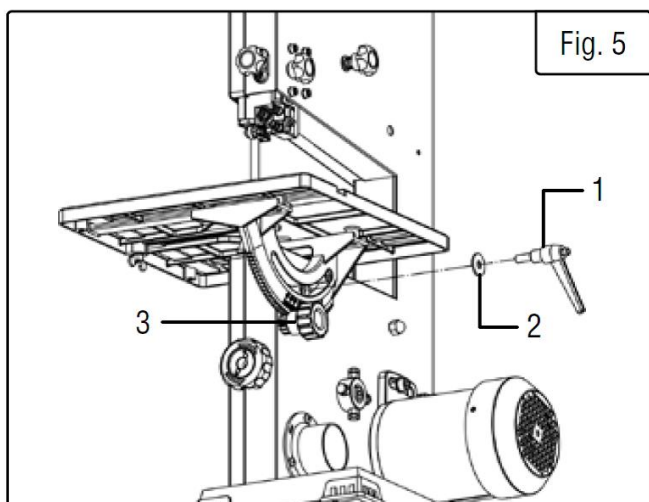

Рис. 5
4. Установите на место ручку фиксации угла наклона и шайбу (Рис. 5).